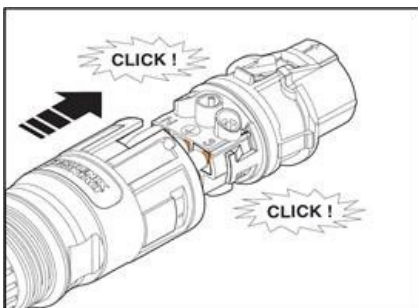

Abb. 17: Zusammenstecken
- Schieben Sie den Kontaktträger in das Gehäuse, bis er deutlich hörbar einrastet (Abb. 17).